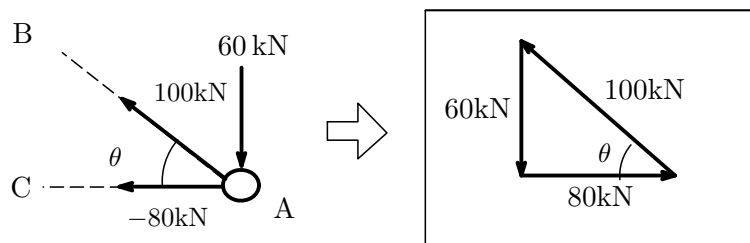

図 4.6: 示力図
- コニー：なるほど。たしかに A 点に荷重がかかれば部材 AB には引っ張られるし，部材 AC は圧縮されることは経験的にもわかるわね。ところで，トラス構造では「各節点に集まる力はつり合っている」ことだったわね。節点 A のまわりの力のベクトルを向きに注意して書くと図 4.6 のようになるわ。